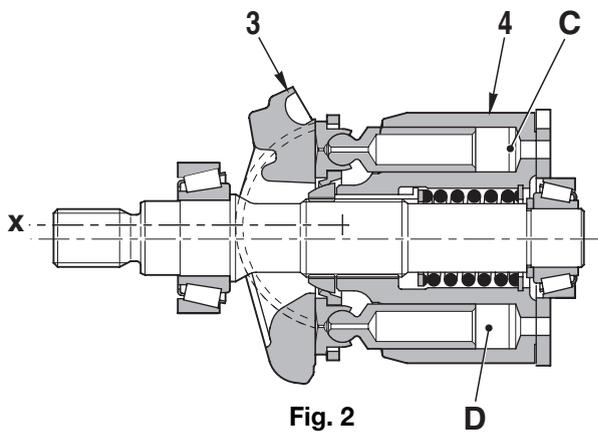

Fig. 2
3 - Quand l'axe X du plateau oscillant (3) et l'axe du bloc-cylindres (4) sont parallèles (angle d'inclinaison du plateau oscillant «  $\alpha$  » = 0), la différence entre les volumes C et D dans le bloc-cylindres (6) devient 0 et les phases d'aspiration et de refoulement ne se font pas (Fig. 2).